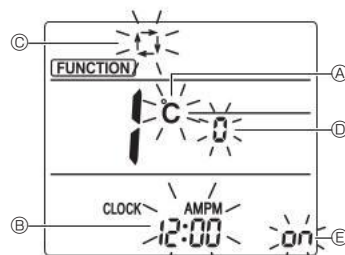

Fig. 7-10
| Item                   | Instelling                | Fig. 7-10 |
3. Druk op de toets **▲** (4) om het functienummer te wijzigen. Controleer of functienummer 1 wordt weergegeven en druk op de toets **SET** (3). Het scherm voor het instellen van de weergave wordt weergegeven. (Fig. 7-10)